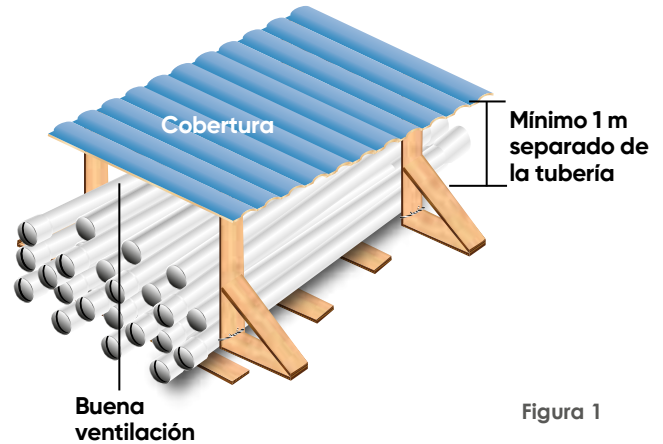

Figura 1
1. La tubería y accesorios deben protegerse de los rayos del sol. Se recomienda almacenarla en bodegas o si se deja al aire libre tener una cubierta que no permita el paso de luz solar directa y que tenga buena ventilación, además esta cubierta debe estar separada de la tubería conservando al menos 1 metro de distancia como se observa en la figura 1.